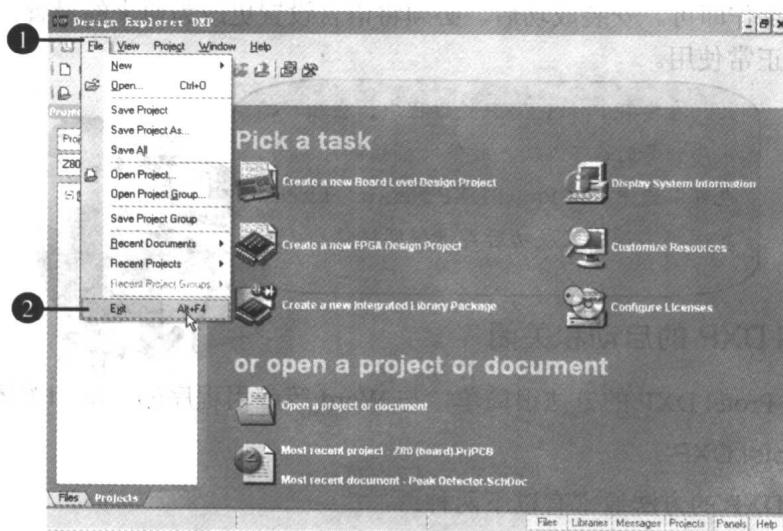

图 1-9 关闭 Protel DXP
- 在 Protel DXP 主窗口的菜单栏中选择[File]▶[Exit]菜单命令，如图 1-9 所示。